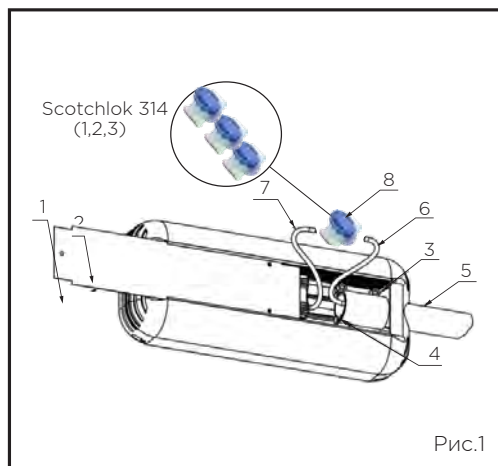

Рис.1
- Закрепить ДКУ_кронштейн_01 (рис.1) на опору, столб, верхнее основание, стены и т.д. Для этого: